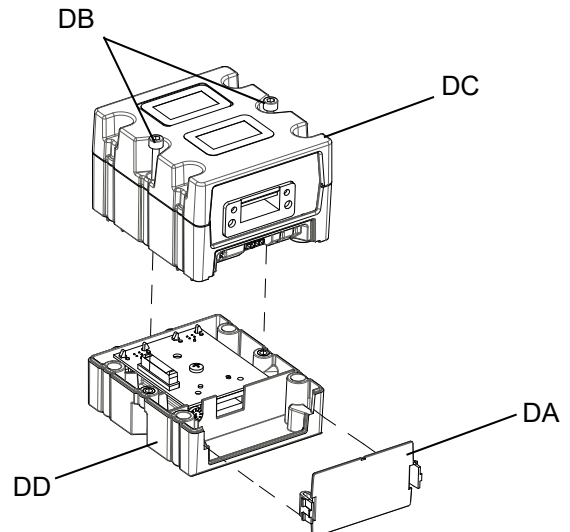

FIG. 66: Demontering av CGM
4. Ta bort locket från CGM (DA). Lossa och spara de båda M5-0,8x45 mm skruvarna (DB) och avlägsna CGM (DC) från basen (DD). Se FIG. 66..